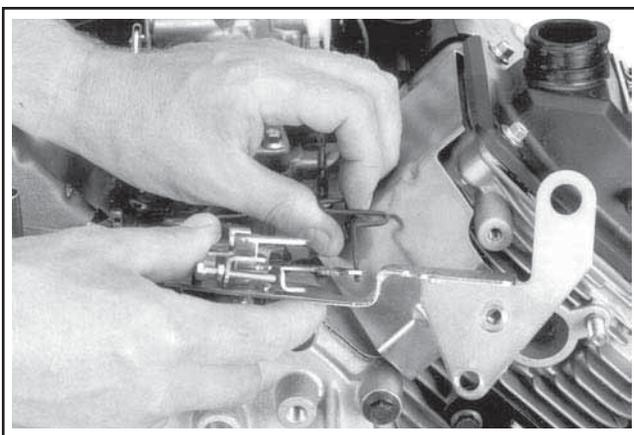

Figure 9-24. Déconnecter les leviers de la vanne d'air du levier d'activation.
3. Retirer les leviers de la vanne d'air du levier d'activation de la vanne d'air et du carburateur. Voir la Figure 9-24.